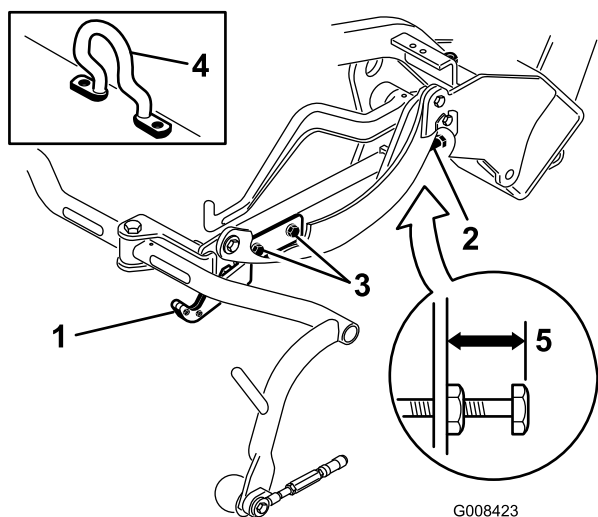
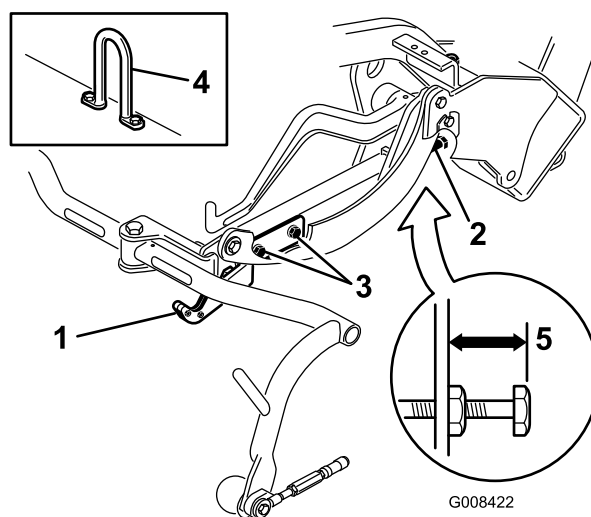
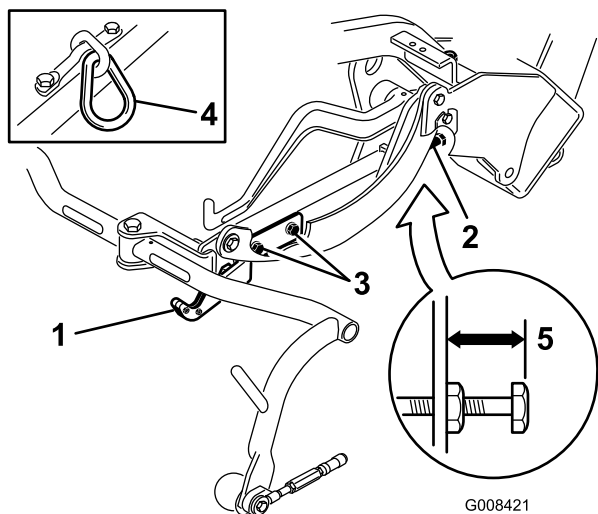

Рисунок 12
Рисунок 14
Рисунок 13
Проверьте транспортную высоту (Рисунок 13 и Рисунок 14) и при необходимости отрегулируйте ее.
2. Убедитесь, что на режущих блоках, оснащенных S-образным подъемным крюком (Рисунок 12, врезка), расстояние от верха регулировочного винта несущей рамы до задней стороны несущей рамы составляет 25 мм. Если расстояние не равно 25 мм, перейдите к этапу 4.
- Убедитесь, что на режущих блоках, оборудованных подъемной проушиной в виде звена цепи или прямым подъемным крюком (Рисунок 13 и Рисунок 14, врезка), расстояние от верха регулировочного винта несущей рамы до задней стороны несущей рамы составляет 22 мм. Если расстояние не равно 22 мм, перейдите к этапу 4. Если режущий блок оборудован S-образным подъемным крюком (Рисунок 12), перейдите к следующему этапу.
- Ослабьте винты крепления транспортной планки (Рисунок 13, Рисунок 14 и Рисунок 12).
- Если несущие рамы находятся на разной высоте, ослабьте зажимную гайку на регулировочном винте несущей рамы (Рисунок 12, Рисунок 13 и Рисунок 14). Выкручивайте винт для подъема и вкручивайте для опускания. После получения надлежащей высоты затяните зажимную гайку.